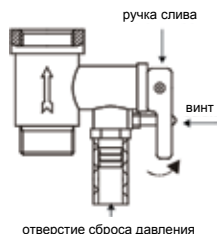

Рис. 11
4. На входной патрубке обозначенный голубым цветом и стрелкой направления течения воды накрутите предохранительный клапан так, чтобы течение воды совпадало с направлением стрелки на корпусе клапана. На отверстие сброса давления предохранительного клапана (см. рис. 11) оденьте дренажную трубку для отвода воды (возможно появление при нагревании) в канализацию.
6. Чтобы правильно слить воду из внутреннего бака, надо воспользоваться сливным отверстием (только для серии FS2/FS6/FE2) (надо открутить заглушку, закрывающую сливное отверстие), также воду можно слить через обратный предохранительный клапан (открутить сливной винт обратного предохранительного клапана и перевести ручку слива в верхнее положение, при этом кран выхода горячей воды должен быть открыт, а кран подачи холодной воды в водонагреватель должен быть перекрыт) (смотри рис. 11). Никогда не сливайте воду, если ее температура выше 50°C, т.к. это может привести к ожогам.